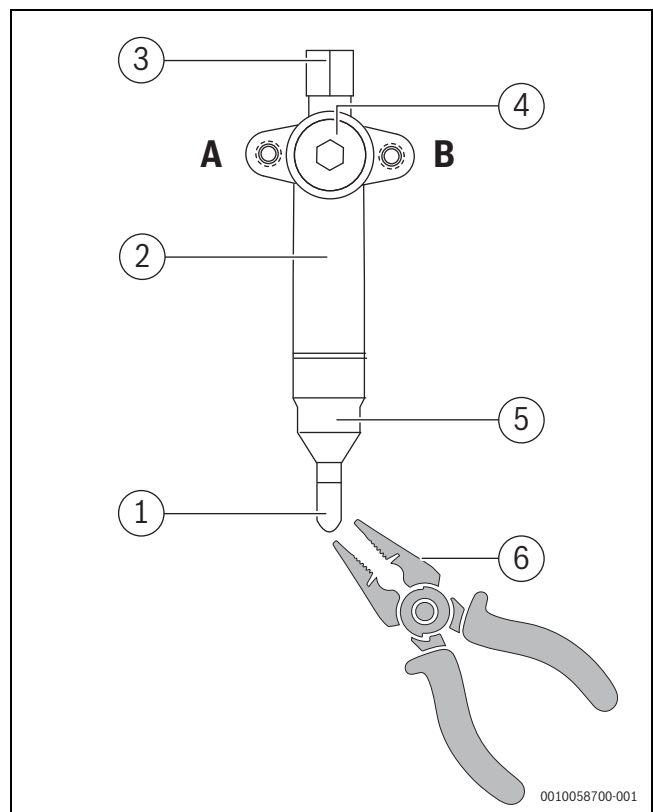

Fig. 22
- ▶ Retirar el tubo de sellado grande (→ fig. 22).